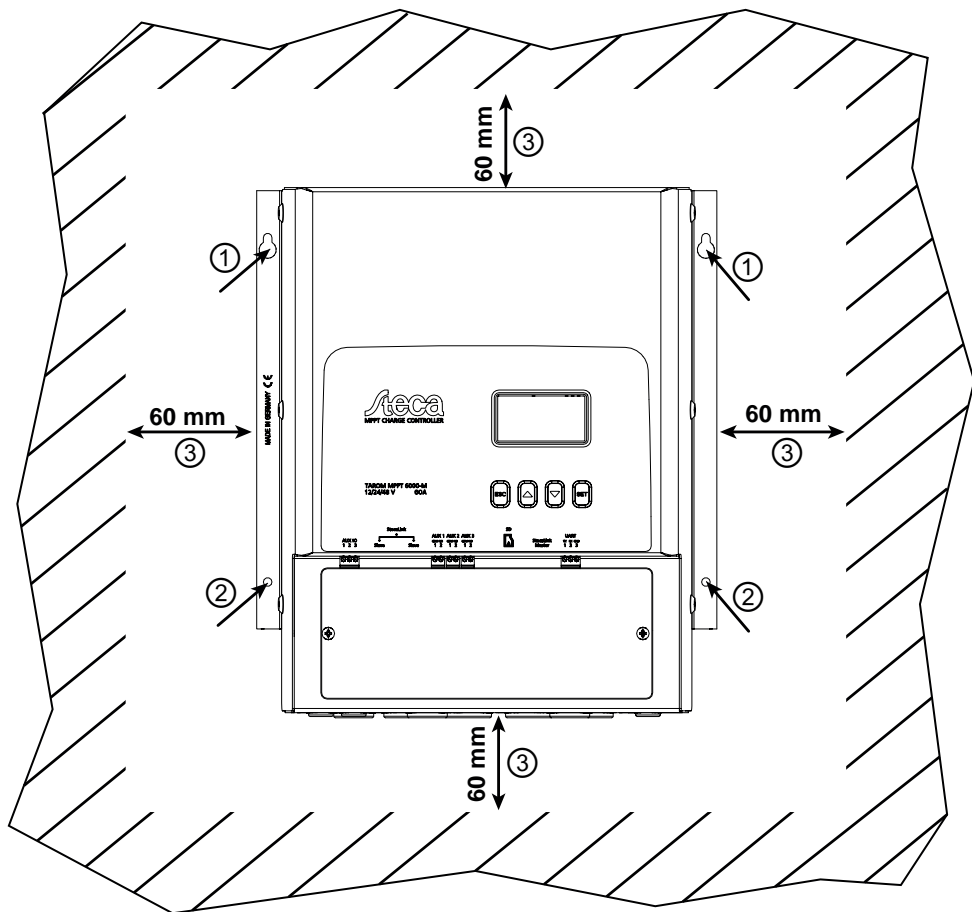

Fig. 5: Aperturas de fijación ①/② y espacios libres ③
- Alrededor del regulador existe un espacio libre de como mínimo 60 mm (③ en Fig. 5).
- No perforar a través de las aperturas de fijación ①/② (Fig. 5).
2. Colocar el regulador horizontalmente sobre la superficie de montaje y marcar los orificios de montaje a través de las aperturas de fijación ①/② en Fig. 5.